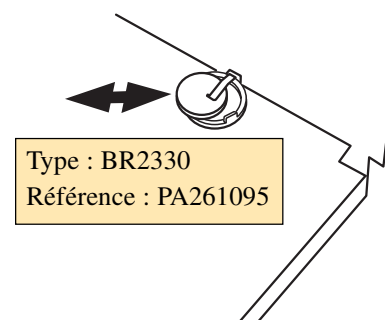

Figure 7.3.2d Remplacement de la batterie
5. Retirez la pile de son logement (figure 7.3.2d)